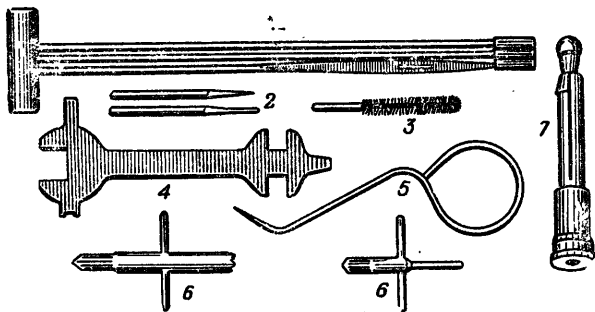

Рис. 27. Принадлежность:
19. На каждый ручной пулемет положено иметь следующую принадлежность (рис. 27):